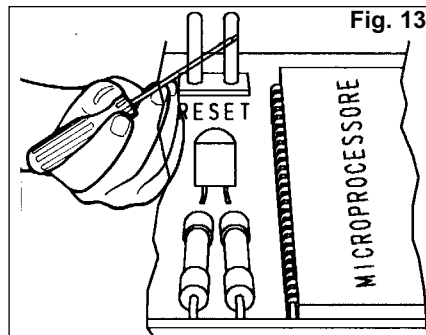

Fig. 13
- C- premere il pulsante PS1 e, tenendolo premuto, imporre un reset cortocircuitando momentaneamente il connettore RESET (Fig. 13).
- C- appuyer sur le bouton PS1 et, sans le relâcher, imposer une R.A.Z. en court-circuitant momentanément le connecteur RESET (Fig. 13).
- C- drücken sie die Taste PS1, halten Sie diese gedrückt und schließen Sie den Kontakt RESET für einen Moment, um ein Zurücksetzen vorzunehmen (Fig. 13).
- C - presionar el pulsador PS1 y, teniéndolo presionado, regular de nuevo cortocircuitando momentáneamente el conector RESET (Fig. 13).
- C- premir o botão PS1 e, mantendo-o pressionado, provocar um reset curto-circuitando momentaneamente o conector RESET (Fig. 13).